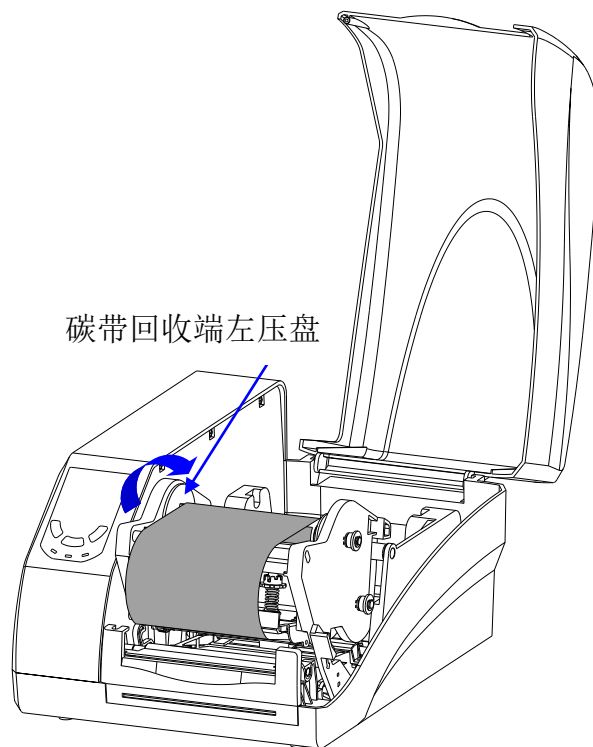

图 2-10
- 沿顺时针方向转动碳带回收端左压盘，直至碳带绷紧，如图 2-10 所示。碳带安装完成。